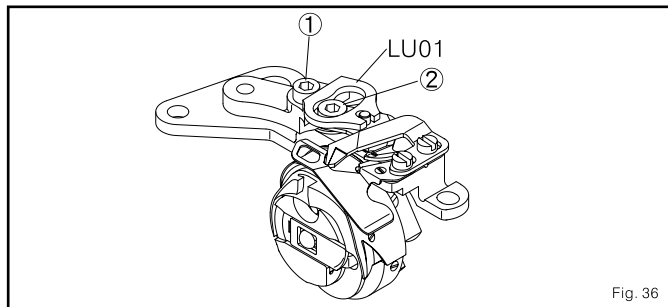

Fig. 36
- (2) solta o parafuso da barra conector da faca móvel com a chave inglesa com ajustar hexagonal (3 mm), e então removem o LU01 (Fig. 36)
- (3) solta a cavilha fixou parafuso 2 da faca móvel.
- (4) depois de remover o parafuso de cavilha da faca móvel, por favor desensamble da faca móvel.